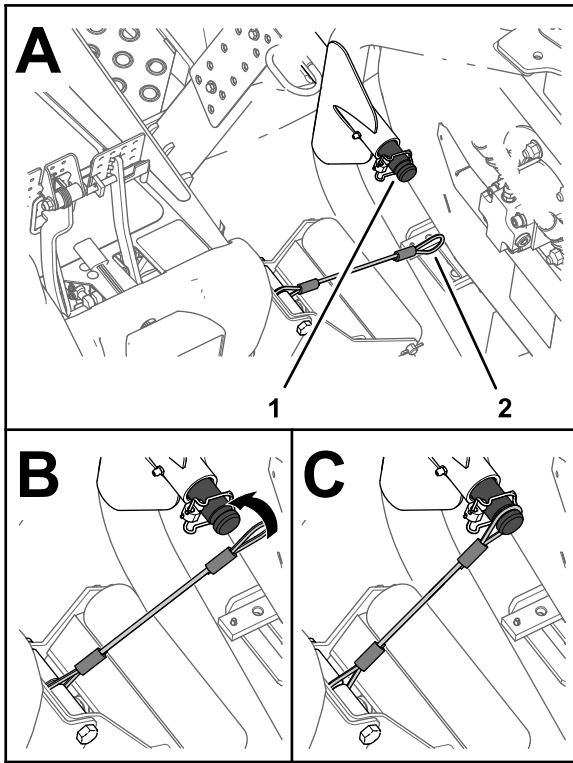

図 71
5. 左右のカッティングユニットの昇降アームのキャリアシャフトにランヤードを取り付ける 図 71。
6. キャリアシャフトの溝にランヤードの輪を掛ける。溝に完全に掛けること 図 71。